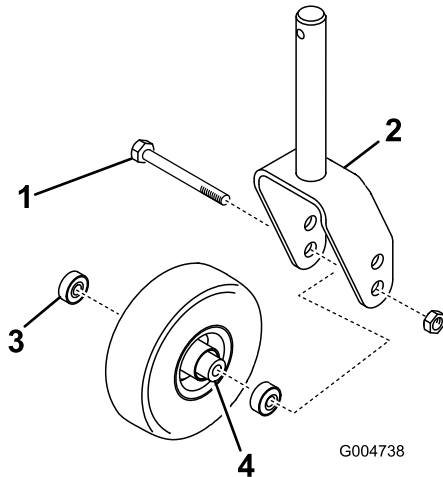

Figura 24
1. Togliete il dado di bloccaggio dal bullone che fissa la ruota orientabile alla forcella (Figura 24).
3. Togliete il cuscinetto dal mozzo della ruota e lasciate cadere il distanziale del cuscinetto (Figura 24).